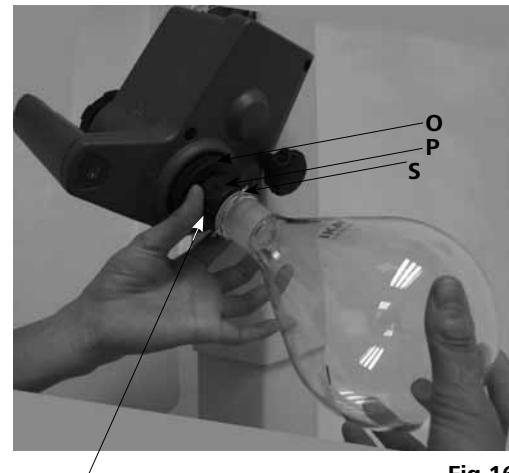

Fig.16
- Поверните пластмассовую гайку (**P**) с хомутом (**S**) против часовой стрелки так, чтобы хомут лег на фланец. (Fig. 16)